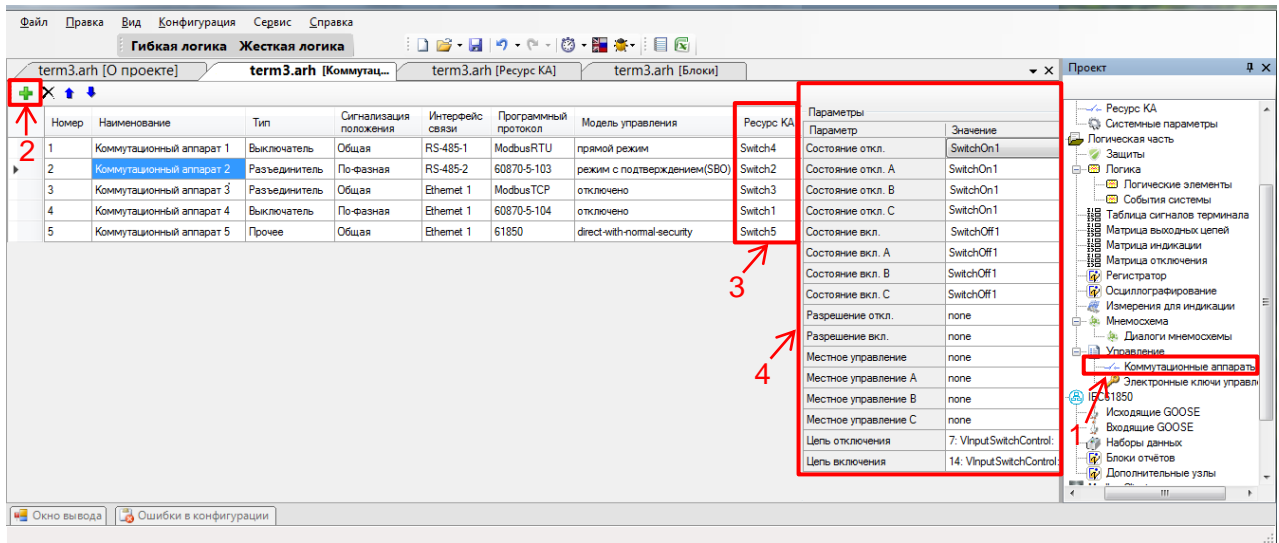

Рисунок 12 – Окно Коммутационные аппараты
4.6.5 Открыть раздел **Коммутационные аппараты** (см. рисунок 12, обозначение 1).
4.6.6 Добавить коммутационные аппараты с помощью нажатия на кнопку «**+**» (см. рисунок 12, обозначение 2).
4.6.9 Для каждого выключателя выбрать «Интерфейс связи» (RS-485-1, RS-485-2, USB, Ethernet 1, 2, 0 (сервисный)), «Программный протокол» (Modbus RTU, Modbus TCP, 61850, 60870-5-103, 60870-5-104), «Модель управления» (отключено, прямой режим, режим с подтверждением (SBO)), «Ресурс КА» (см. рисунок 12, обозначение 3) и в таблице «Параметры»
(см. рисунок 12, обозначение 4) из выпадающих списков логических сигналов указать сигналы, определяющие положение КА (отключен/включен), и команды управления КА.